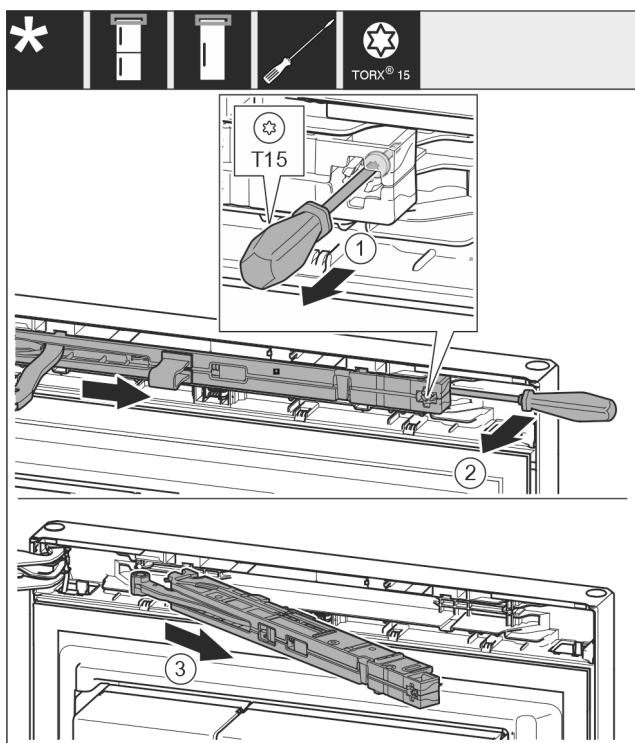

Fig. 12
- ▶ Oldja ki a csavart Fig. 12 (1) a záráscsapító egységen 14 mm méretű csavarhúzóval.
- ▶ Emelje ki a záráscsapító egységet Fig. 12 (2) a fogantyú felőli oldalon csavarhúzó segítségével felfelé.
- ▶ Húzza ki a záráscsapító egységet Fig. 12 (3).